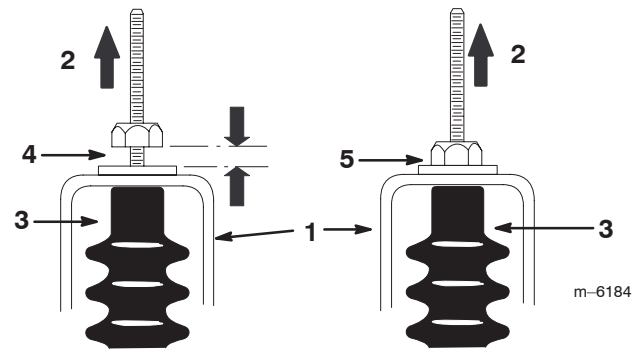

Bild 26
5. Ziehen Sie jeden Schaltzug nach oben, um sicherzustellen, dass zwischen der Mutter/Scheibe und der Leerlaufhalterung kein Abstand besteht (Bild 26). Ziehen Sie die Mutter fest, wenn ein Abstand besteht.